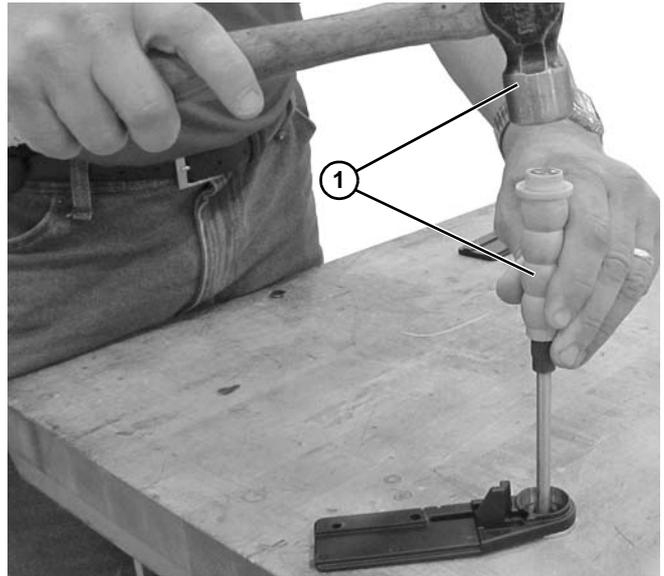
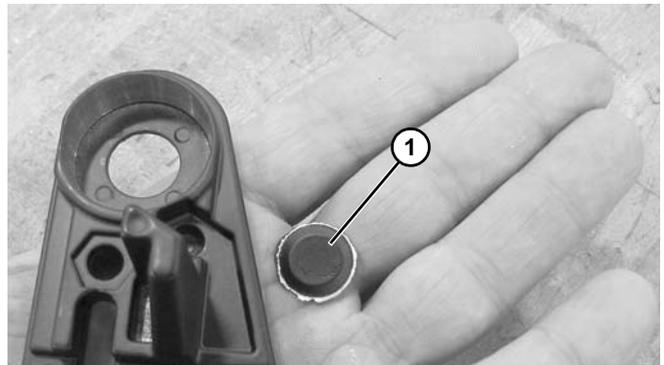

Figura 83
Figura 84
3. Utilice un martillo y un punzón (con un diámetro de entre 6 y 13 mm) (**Figura 83, artículo 1**) o un perno largo para sacar el vástago (**Figura 84, artículo 1**) de la placa trasera del soporte del eje con arandela.